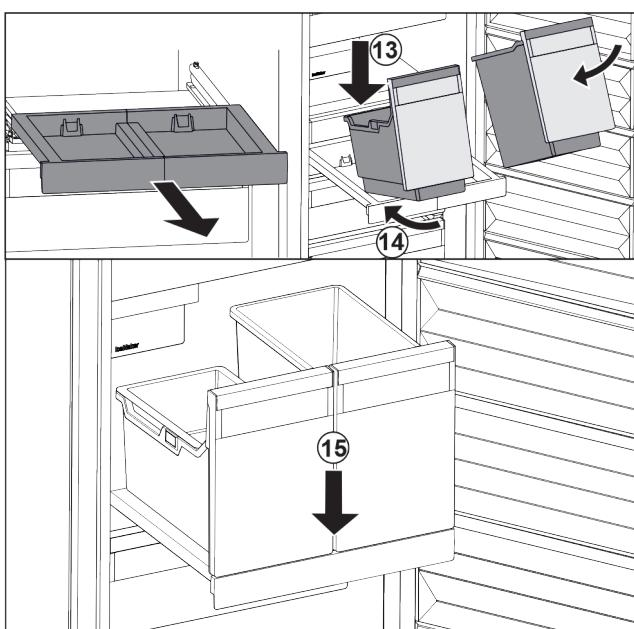

Fig. 29
- Наклоняя вниз, установите контейнеры на выдвижную панель. Fig. 29 (13)
- Вставьте контейнеры, наклоняя вниз, назад. Fig. 29 (14)
- Снимите контейнеры спереди. Fig. 29 (15)